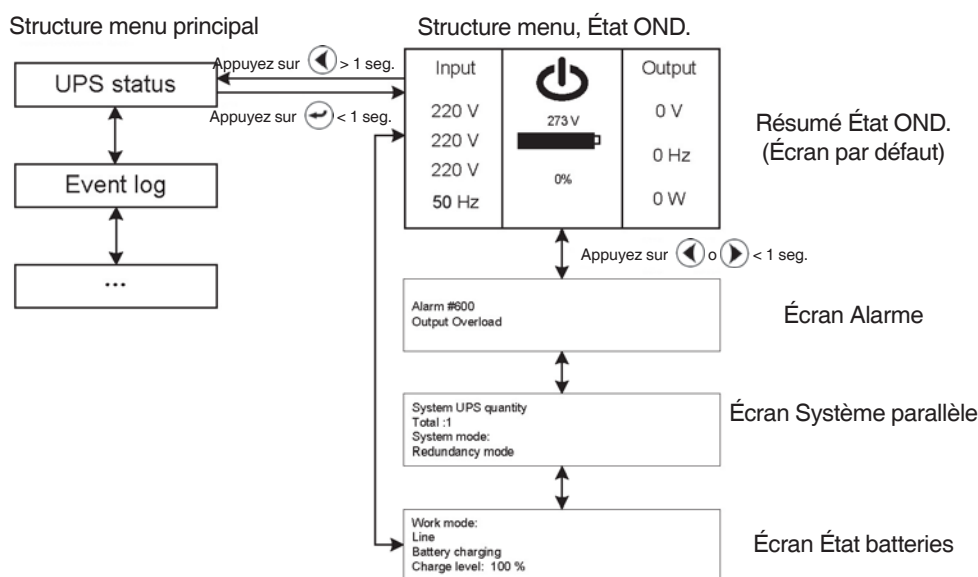

Fig. 34. Écrans, État ONDULEUR (UPS status).
- Le contenu du menu État de l'ONDULEUR est le même que celui de l'écran principal (voir figure 34).